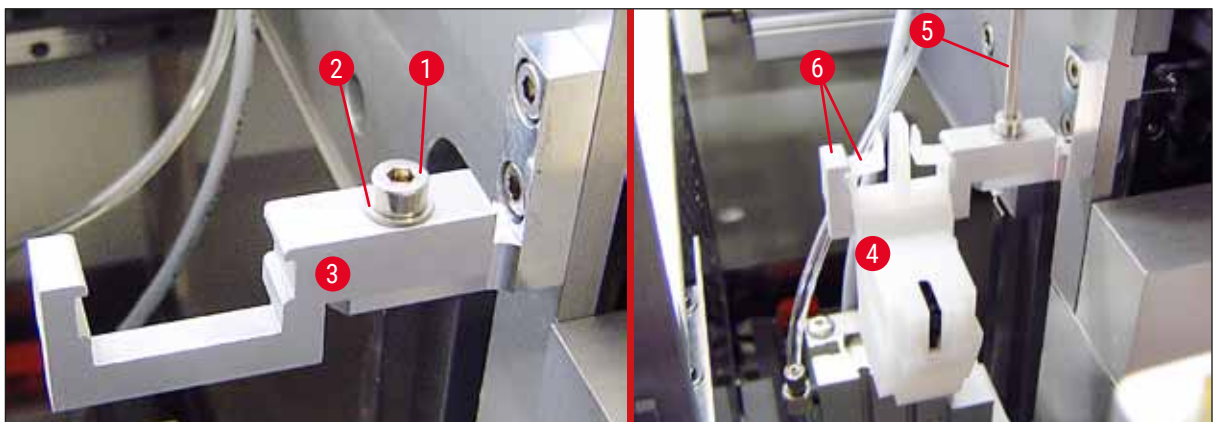

Fig. 22
4. Insira completamente o limpador de agulha do distribuidor montado (→ Fig. 22-4) no suporte, conforme exibido em (→ Fig. 22). Pressione para baixo para garantir que os dois grampos de montagem laterais (→ Fig. 22-6) emitam um som de encaixe nos entalhes do suporte.